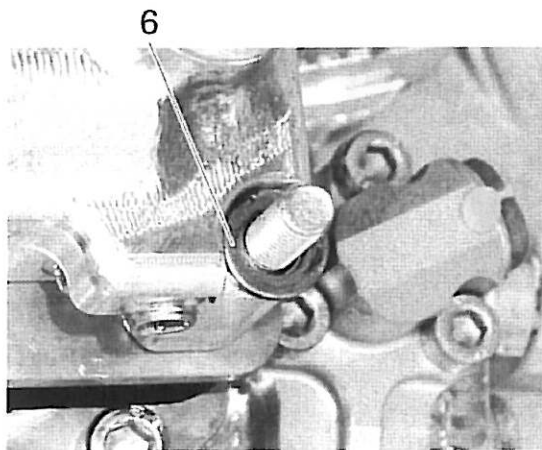

Bild 22
15. Die vier Gewindebolzen jeweils zwei bis drei Windungen oberhalb der Unterlegscheiben (item 6) mit Loctite 243 versehen. Siehe Bild 22.